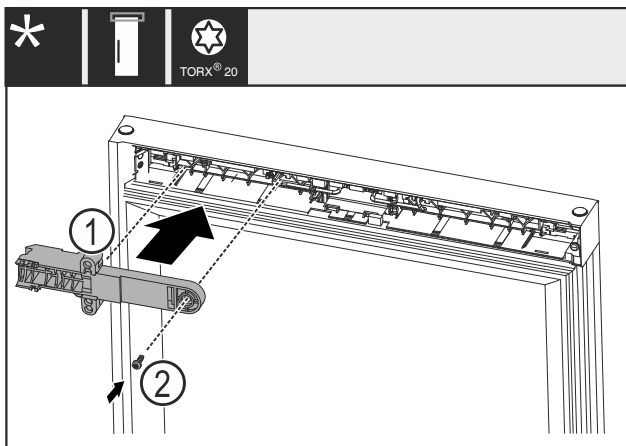

Fig. 22
- ▶ Поверните крепежный элемент замка Fig. 22 (1) на 180° и смонтируйте на противоположной стороне.
- ▶ Закрепите крепежный элемент замка Fig. 22 (1) при помощи винта Fig. 22 (2).